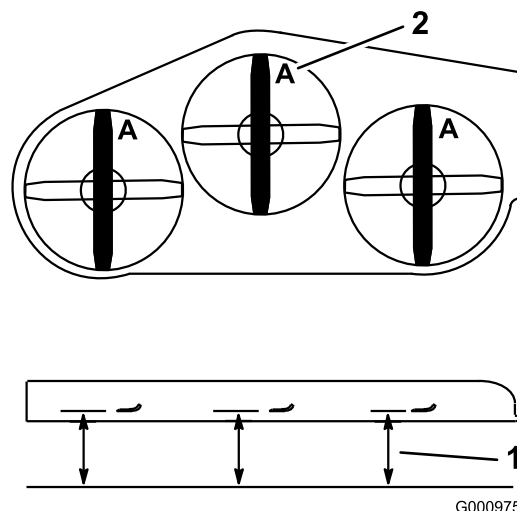

Figura 113
2. Mida desde una superficie nivelada hasta el filo de corte, posición **A**, de las cuchillas (Figura 113).